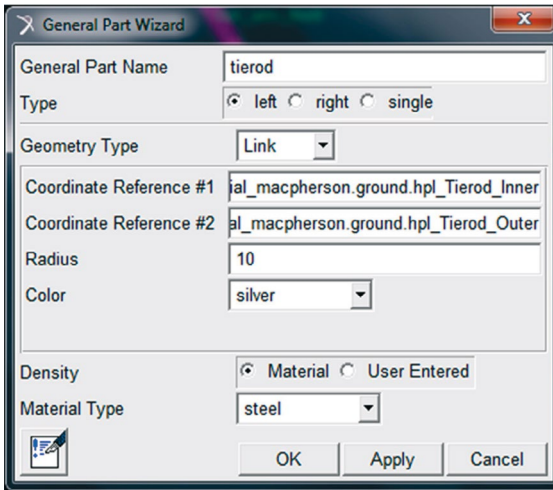

Figura 4.55 – Construção do *General Part* “tierod”
- Preencha os campos da janela *General Part Wizard*, conforme ilustrado na Figura 4.55. Note que a geometria associada a esse *General Part* é do tipo *Link* sendo este último definido pelos Hardpoints *hpl_Tierod_Inner* e *hpl_Tierod_Outer*.